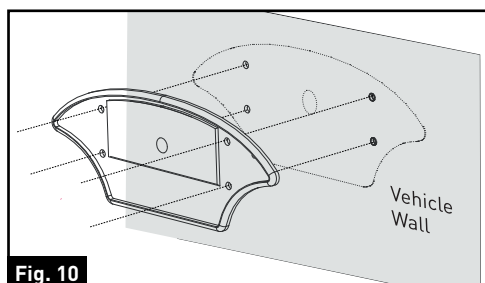

Fig. 10
1. Sélectionnez une position de montage appropriée pour installer la caméra de porte. Marquez un contour en utilisant le joint de support fourni. (Fig. 10)